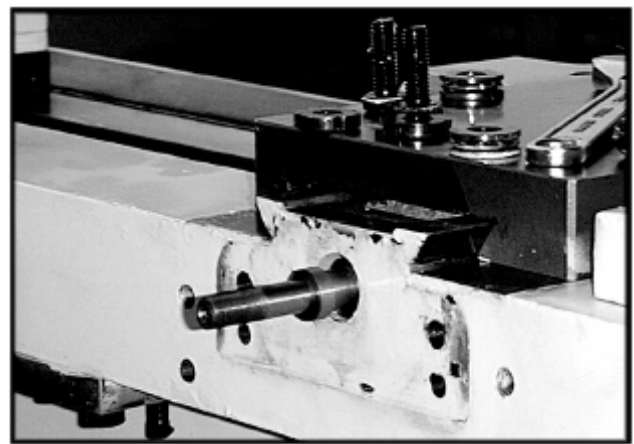

Рис. 2
4. Извлеките внутренний подшипник из подшипниковой опоры (Рис. 2).